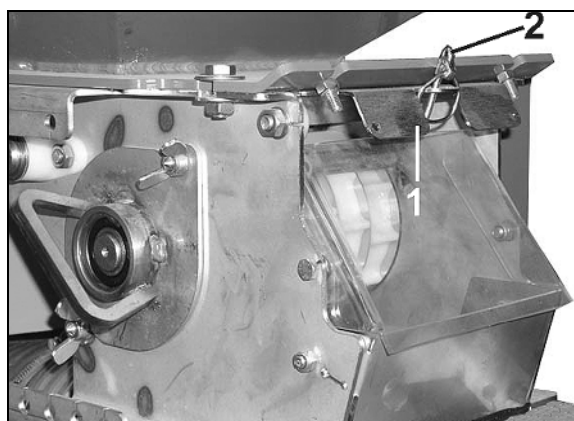

Рис. 89
1. Уберите пружинный фиксатор (Рис. 89/2) (требуется только для закрытия заполненного семенного бункера заслонкой (Рис. 89/1)).